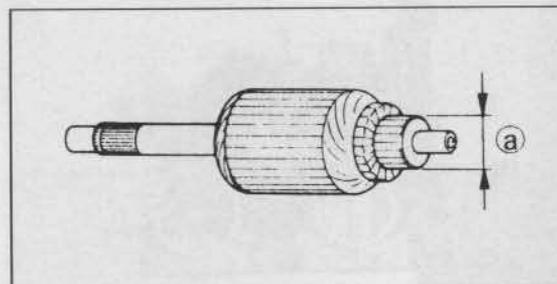

Bild 75
- --- Kollektordurchmesser muss mindestens 27 mm betragen (Bild 75).